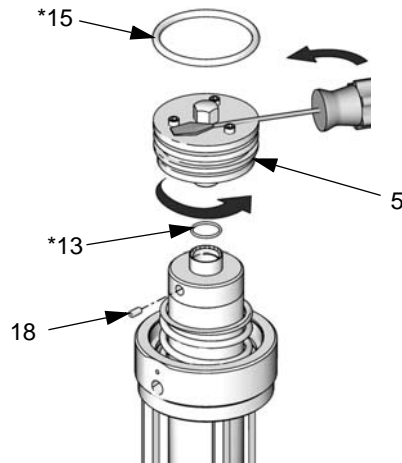

FIG. 11: Vanne d'air de la série A
2. *Uniquement pour les moteurs pneumatiques de la série A :* Desserrer la vis de réglage (18) et dévisser la vanne d'air (5). Au besoin, introduire la pointe d'un tournevis plat entre les têtes de vis et le bouchon hexagonal de la vanne d'air (5) pour mieux pouvoir tourner. Jeter les repères 5, 13, 15 et 18. Voir FIG. 11.